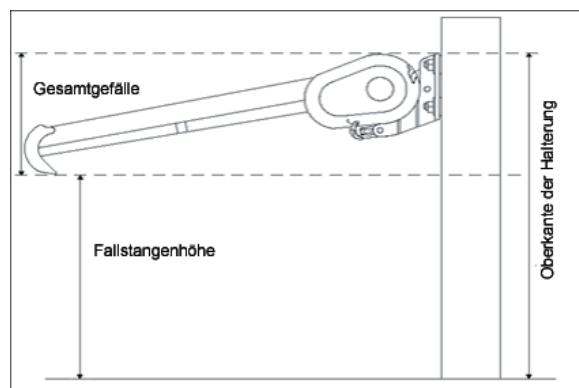

Bild 1
1. Bestimmen Sie die Höhe, in welcher die Markise an der Wand befestigt werden soll. Soll die Markise über einer Tür montiert werden, sollte sie mindestens 20 cm über der Tür angebracht werden. Beachten Sie auch das Gefälle der Markise. Der Winkel kann jedoch bei Bedarf leicht verstellt werden. (Bild 1)